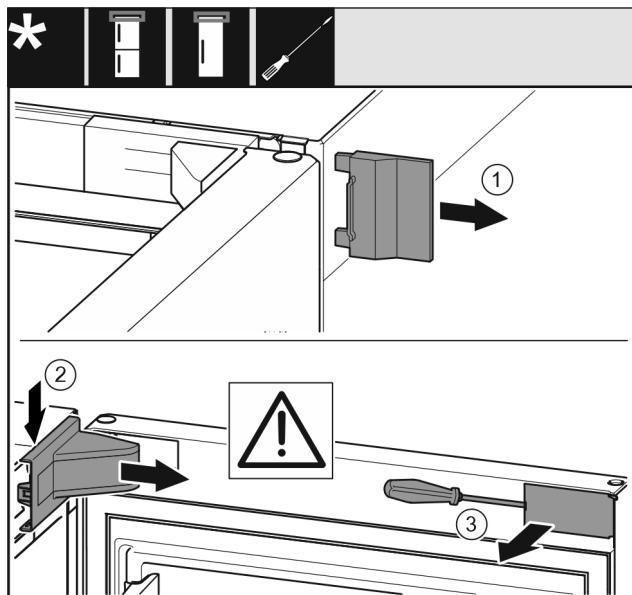

Fig. 10
- Зніміть зовнішню кришку Fig. 10 (1).
- Від'єднайте та зніміть кришку опорного кронштейна Fig. 10 (2).
- За допомогою шліцової викрутки звільніть від фіксатора та поверніть убік накладку Fig. 10 (3).